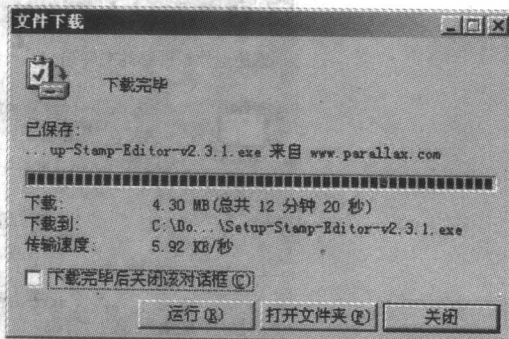

图 1.6 下载完成，提示安装对话框
- 下载完成后，保留如图 1.6 所示的对话框，此时可以直接跳到任务 2：安装软件，并